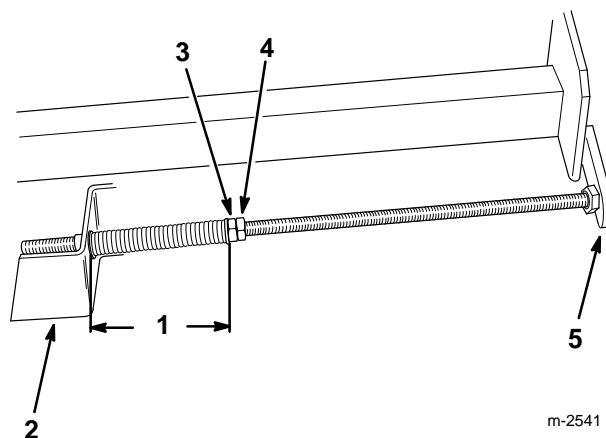

Figure 8
6. Insérer l'extrémité côté ressort de la tige de réglage dans le trou du support de montage de l'unité de coupe. L'extrémité étroite du coussinet doit s'insérer dans le trou du support de montage. Insérer l'extrémité de la tige de réglage du côté du contre-écrou dans la patte de montage du châssis porteur (Fig. 8).
7. Pour tendre la courroie, serrer le contre-écrou avant de chaque tige de réglage jusqu'à ce que le ressort soit comprimé à une longueur de 12,7 cm (5") mesurée de l'entretoise au coussinet (Fig. 8).
8. Serrer les contre-écrous arrière (Fig. 8).